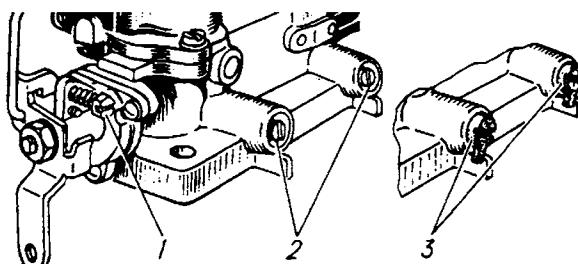

Рис. 3-14. Винты регулировки холостого хода
- ◀ снять ограничительные колпачки с винтов 2 (рис. 3-14.) состава смеси (винтов качества);